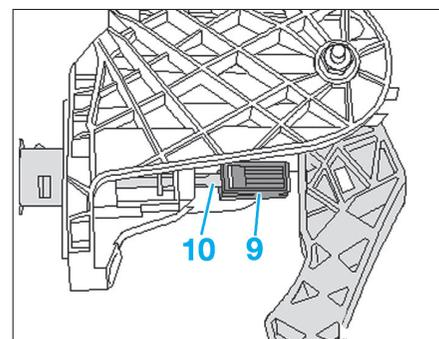

Fig. 14
- Engager l'agrafe (9) en bout de la tige (10) de l'émetteur (Fig.14).